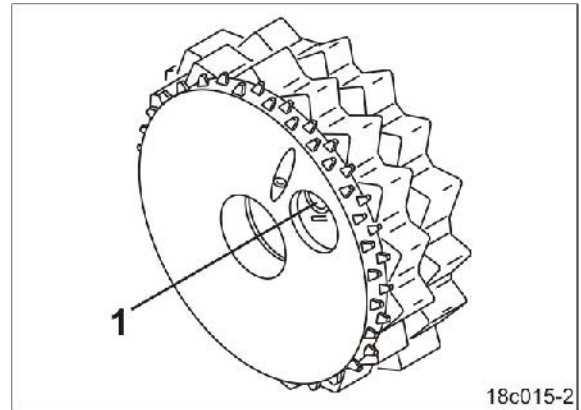

図 106
1. ボア内のピン (図 106/1) が確認できるようになるまで、手でシードシャフト上の標準シードホイールを回してください。